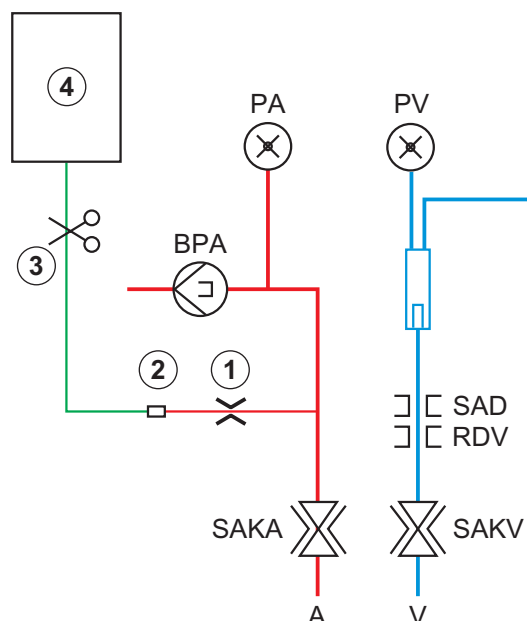

Fig. 6-10 Predisposizione per il bolo arterioso
Se si utilizza un'apparecchiatura HD, occorre collegare la linea di infusione a una sacca di NaCl tramite il raccordo a Y del sistema di linee ematiche (vedere Fig. 6-10 Predisposizione per il bolo arterioso (144)).
3. Collegare la sacca di infusione contenente soluzione fisiologica (Fig. 6-10, ④) allo stativo.